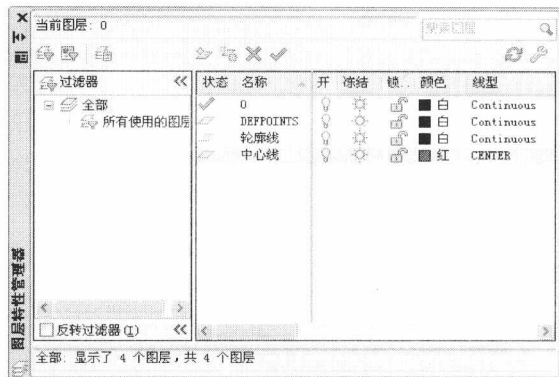

图 1-44 中心线图层效果
STEP 11 中心线图层效果。在“图层特性管理器”选项板中可以看到中心线图层的效果，如图 1-44 所示。